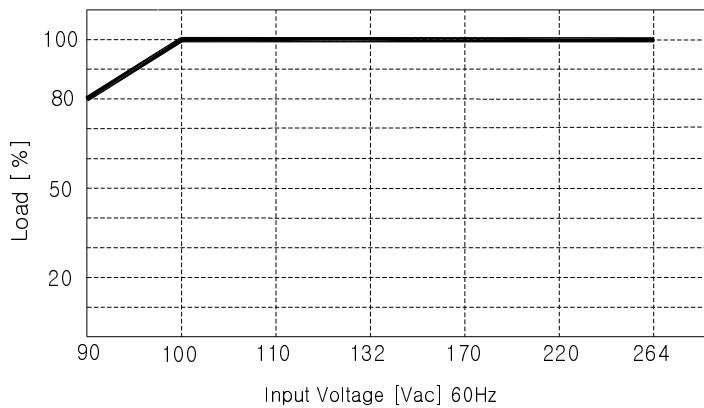

Fig.1 Input Voltage derating curve
- 정격 입력 전압은 AC100~240V (50/60Hz) 이며 최대 AC90~264V (47~63Hz) or DC127~370V 에서 사용 가능합니다. 단, 입력 전압에 따른 출력 부하 사용률은 Fig.1의 Derating Curve를 참조하여 사용해 주십시오.